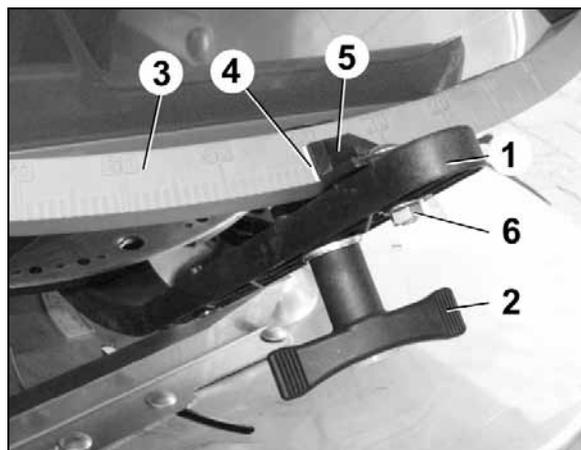

Fig. 83
2. Abrir la compuerta de cantidad con la palanca de regulación (Fig. 83/1).
4. Mover la palanca de regulación en la escala (Fig. 83/3) hasta que tope en el perno.
5. Fijar la palanca de regulación con la manecilla giratoria (Fig. 83/2).
6. Aflojar el tornillo hexagonal (Fig. 83/6). Alinear el indicador (Fig. 83/5) con el valor de escala „8“ y fijar con el tornillo hexagonal. El canto de lectura del indicador está en la (Fig. 83/4).